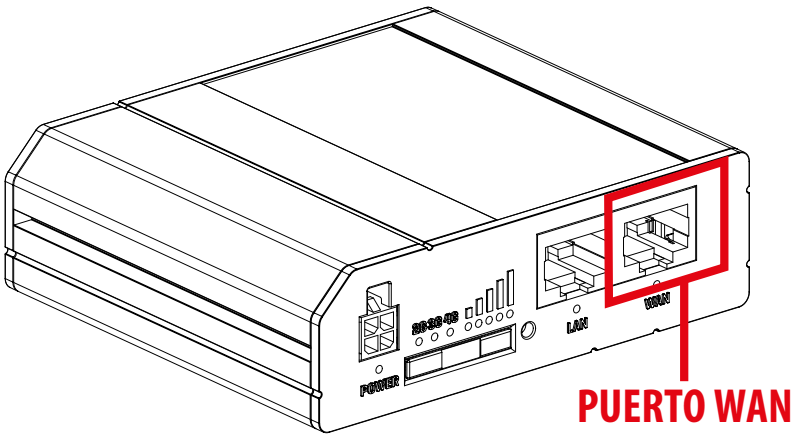

Imagen 21: POSICIÓN DEL PUERTO WAN
- Dirija el cable por el lado derecho del armario de manera que no interfiera con las partes activas en movimiento o de alta tensión. Vea la imagen 21.